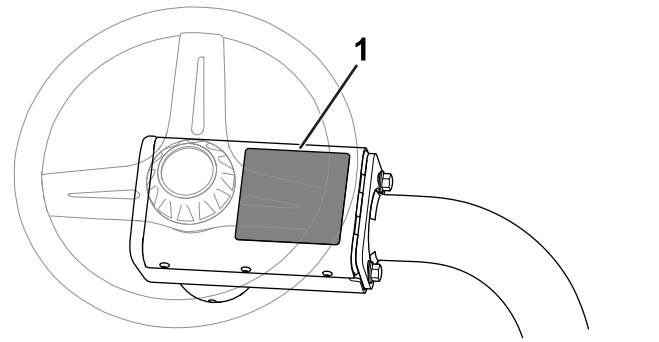

Figura 12
- **Autocolante de aviso CE:** aplique o autocolante de aviso CE (peça n.º 139-8321) sobre o autocolante de aviso existente (peça n.º 139-8320) na cobertura do volante; consulte a Figura 12.